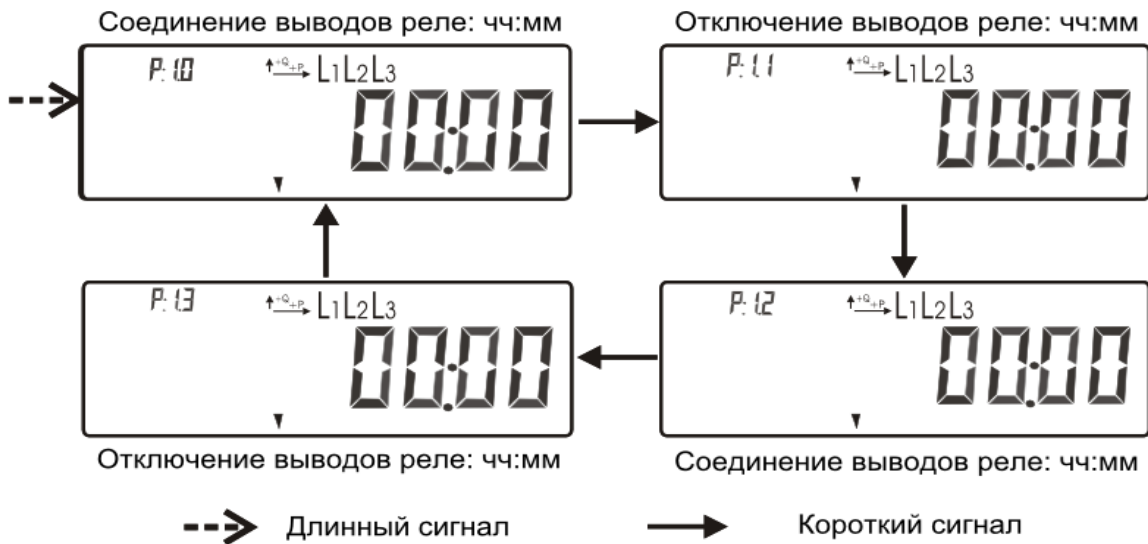
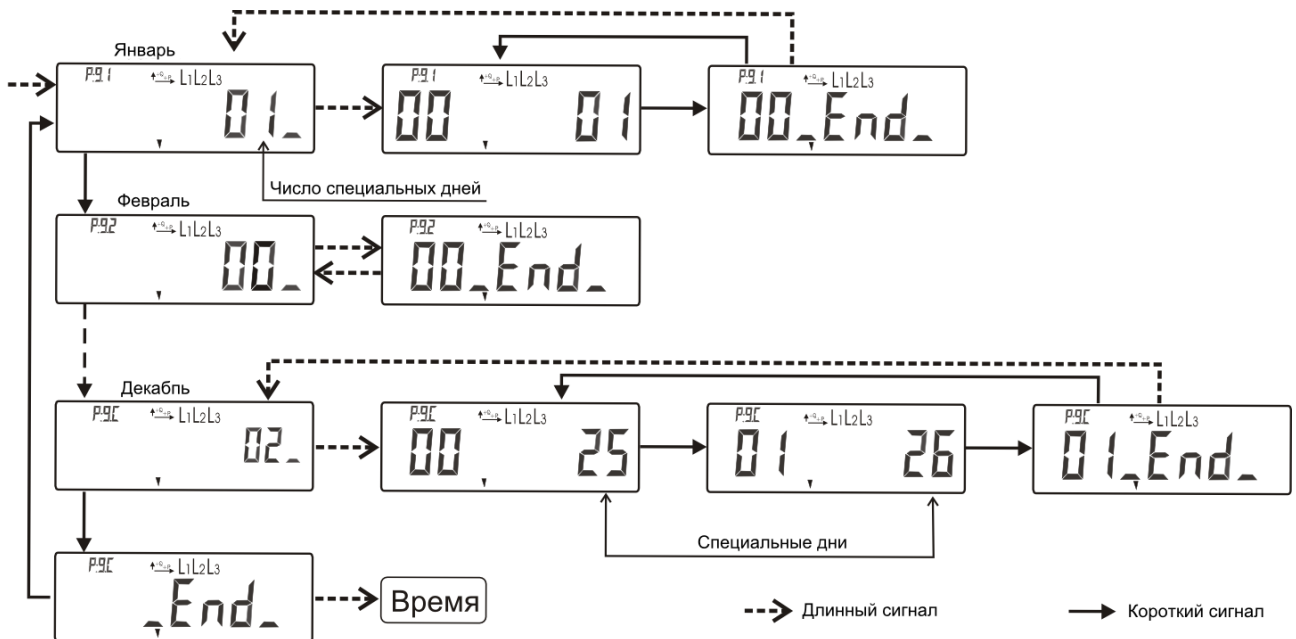

Рис. 16: Схема просмотра программируемых интервалов реле
Рис. 19: Схема просмотра праздничных дней
Параметры возможно просмотреть во время теста индикатора, подав при этом длинный сигнал. В дальнейшем управление данными осуществляется по схеме, представленной на рисунке 14. В первом столбике показаны основные меню, которые последовательно изменяются при подаче коротких сигналов. При подаче длинного сигнала из некоторых окон можно перейти в меню низшего уровня (См. Рис. 16 - Рис. 19). Каждый параметр имеет свой код. Ниже коротко охарактеризованы основные параметры.
**Код 6 \_.** Окна, обозначенные этим кодом, предназначены для просмотра специальных дней года, обозначенных в таблице параметризации (в паспорте счетчика) в столбике дни недели цифрой “8”. Просмотр специальных дней года осуществляется по схеме, указанной на рисунке Рис. 19. На индикаторе счетчика отображаются только праздничные дни с неизменяющейся датой!